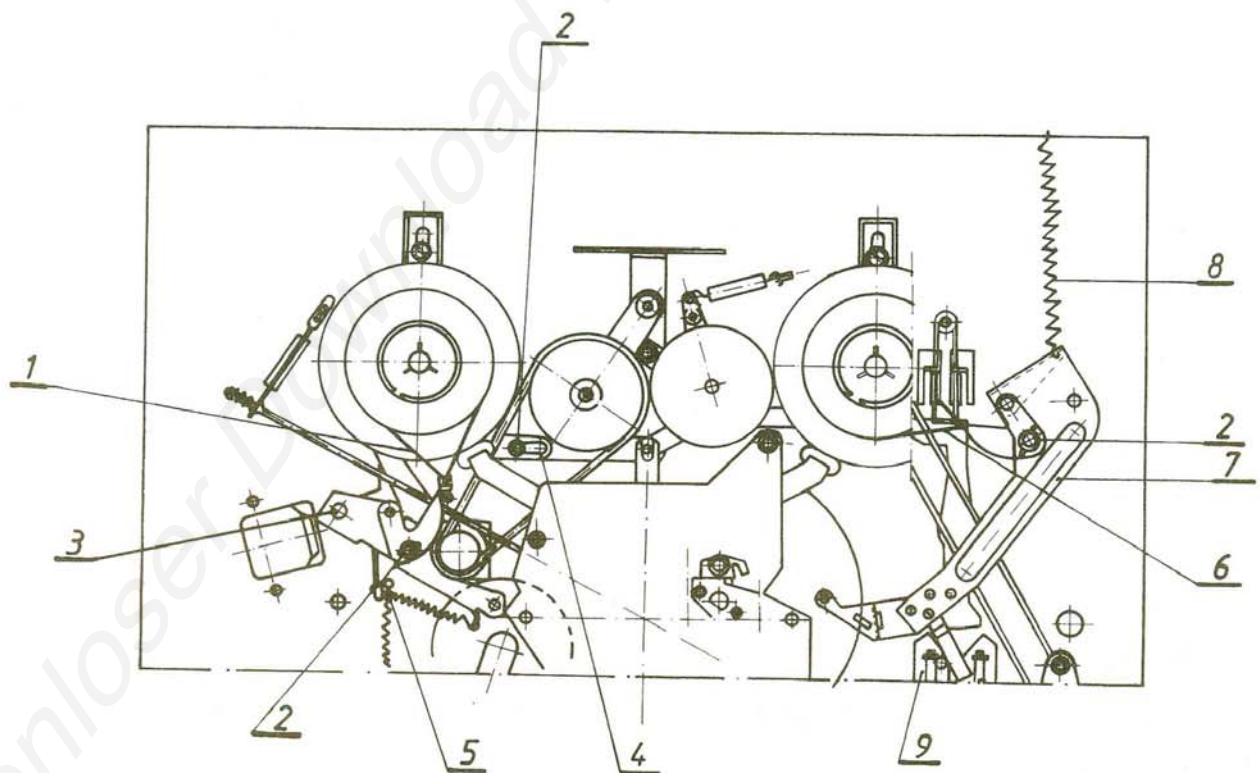

Bild 4
Beide Wickelteller (5) müssen eine Rille für das im Bild 4 gezeigte Zugglied (1) haben.